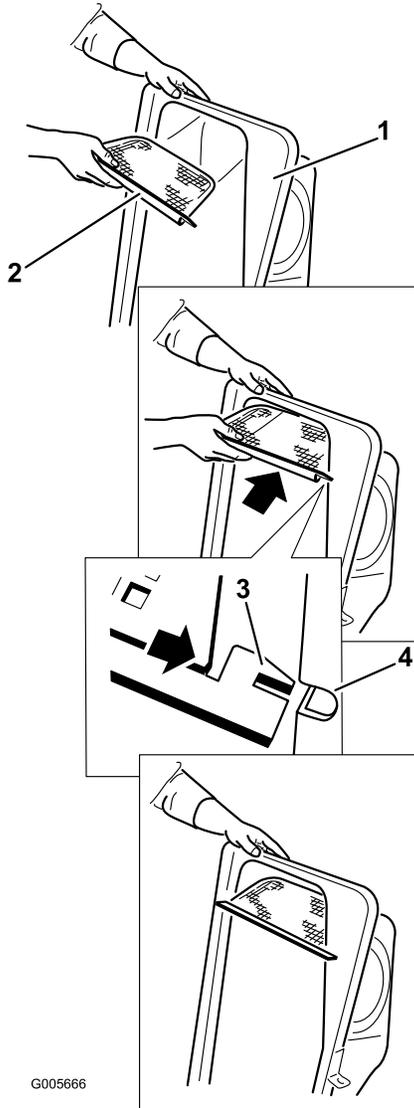

Bild 14
- Setzen Sie das Gitter so ein, wie in Bild 14 abgebildet, dass es sich nach unten zu den Grasfangkörben neigt.